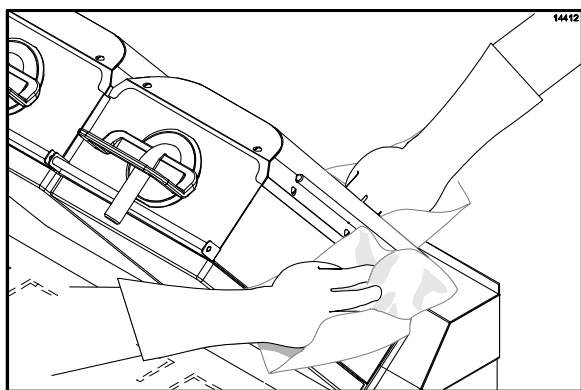

图 62
32. 用干净并浸湿消毒液的煎炉抹布擦拭煎板表面的前侧、侧面和后侧，先擦拭右煎板，然后擦拭左煎板。(请见图 62)